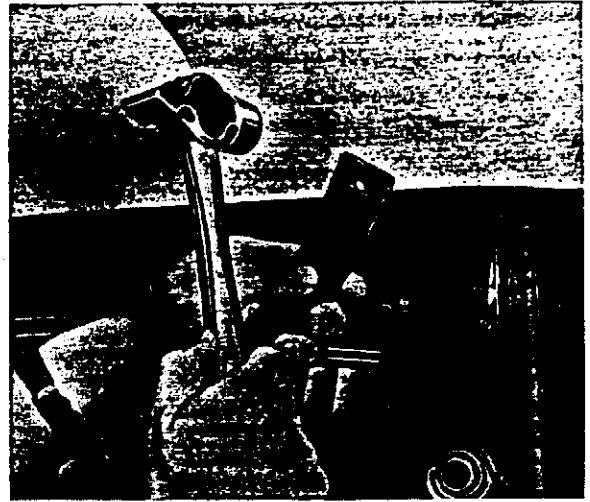

Abb. 70 Richten der gezahnten Leiste
4. Köderleiste anbringen und gezahnte Leiste mit einem Hammer und einer Gummizwischenlage gegen die Karosserieseite schlagen, siehe Abb. 70.
13. Gezahnte Leiste mit einem Hammer und einer Gummiunterlage gegen die Karosserie einrichten, siehe Abb. 70.